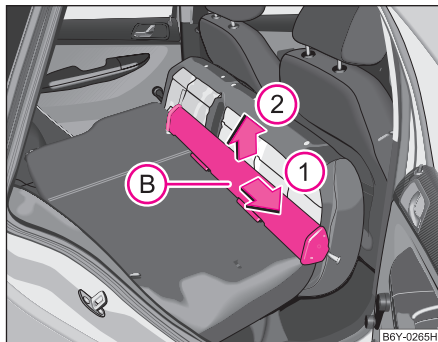

Abb. 65 Rücksitze:
- Schieben Sie das Netztrennwandgehäuse **(B)** ⇒ Abb. 65 in Pfeilrichtung **(1)** und nehmen es aus der Aufnahme der Rücksitzlehne in Pfeilrichtung **(2)** heraus.